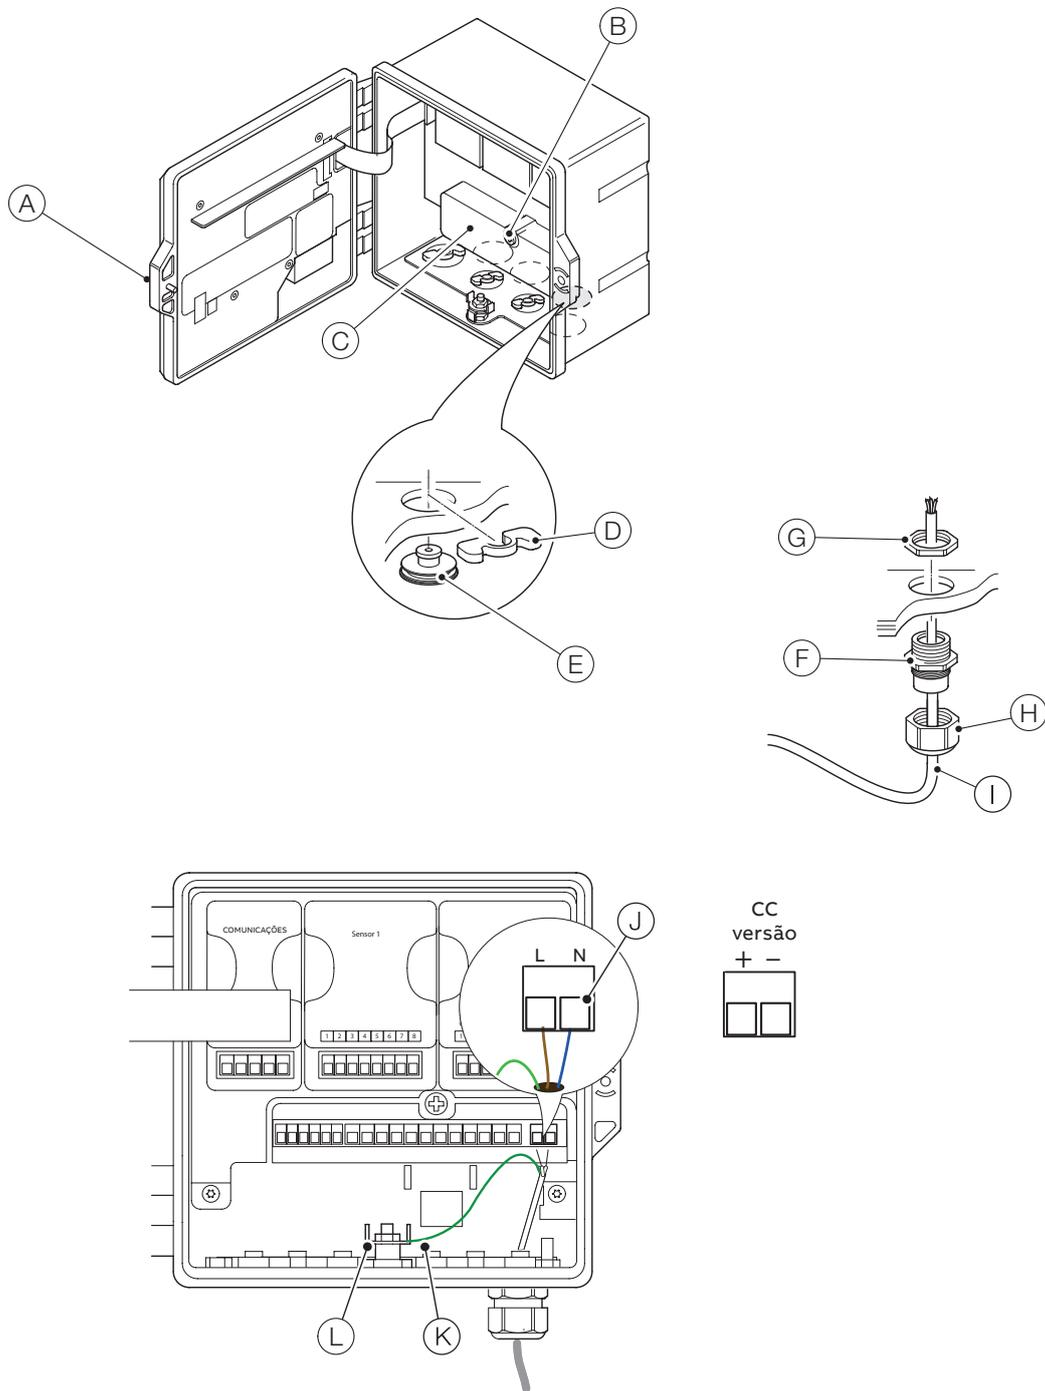

Figura 10 Ligação da alimentação do transmissor – caixa de plástico
- O perno de ligação à terra de proteção externa (consultar Figura 10 na página 14) deve ser ligado ao ponto de ligação à terra local usando um cabo de terra de tamanho adequado. Para ligar ao perno de ligação à terra de proteção, utilizar um prendedor de cabo M4 fechado.
Consultar Figura 10, na página 14: